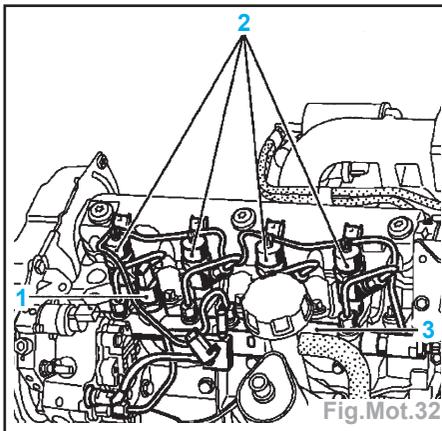

Fig.Mot.32
- Débrancher (Fig.Mot.32) :
- le capteur de pression (1),
- les injecteurs (2),